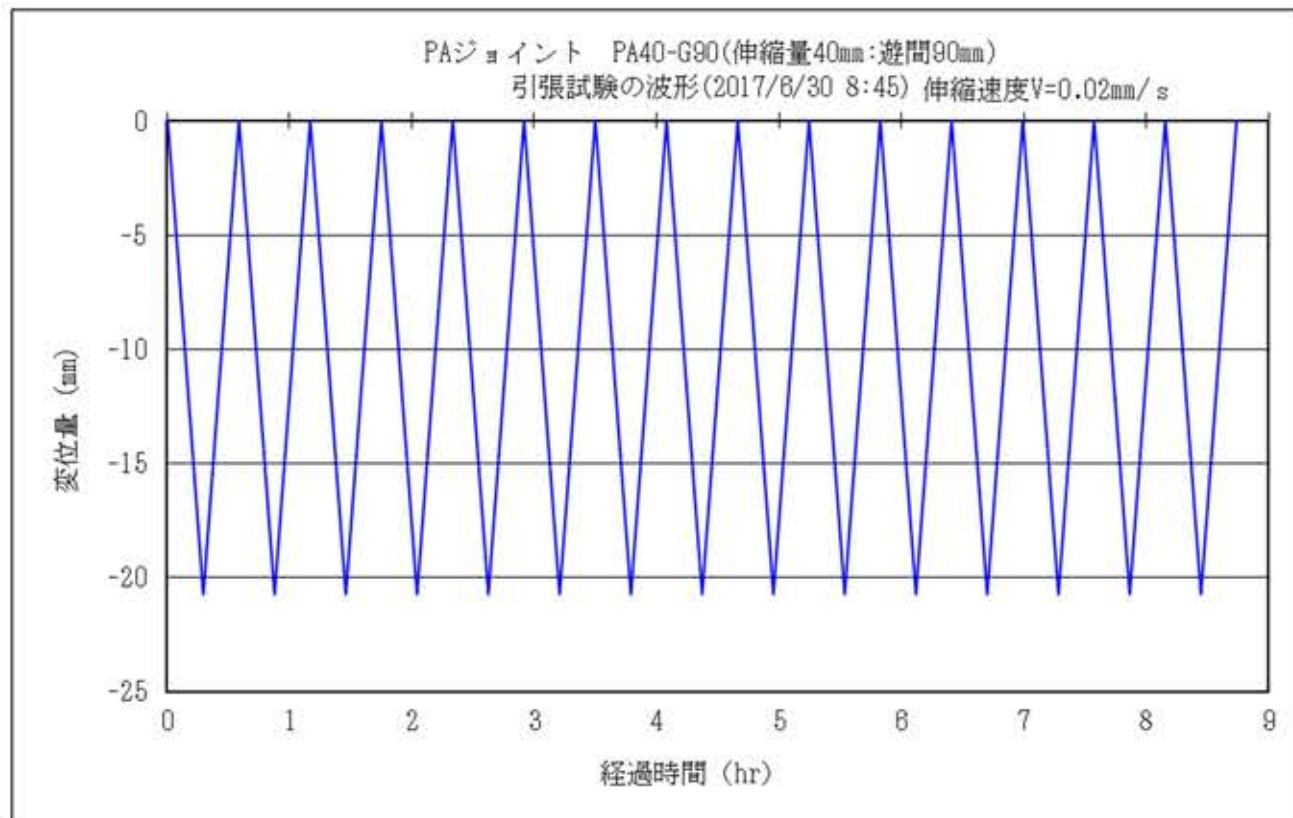
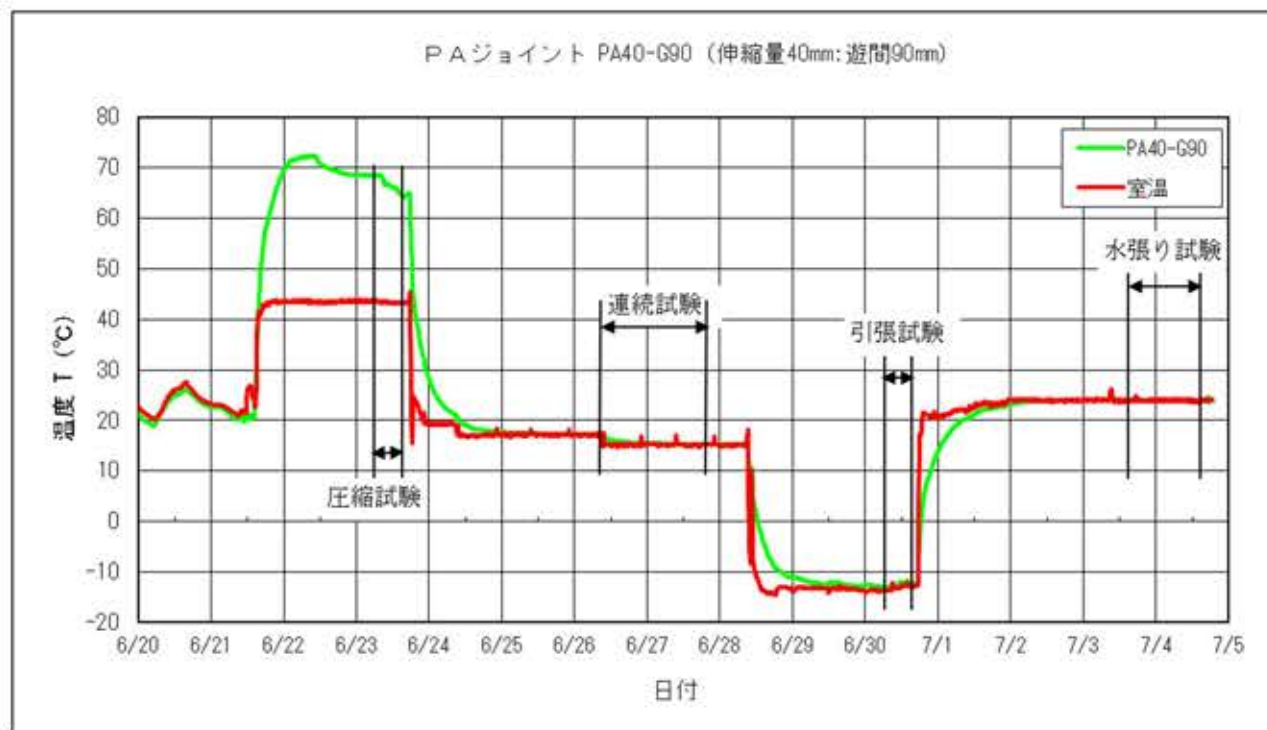

図3 引張試験時の時間-変位の履歴曲線
図4 試験時の温度履歴曲線
引張試験	図 3 参照（温度履歴は図 4 参照）。
①供試体寸法（mm）	幅：410 mm 長さ：400 mm 高さ：50 mm
②時間－変位の履歴曲線	図 2 参照（温度履歴は図 4 参照）。
③目視による変状の有無	有	☐ 無	（状況）異常なし。
④漏水の有無	有	☐ 無	（状況）異常なしのため、簡易水張りは未実施。